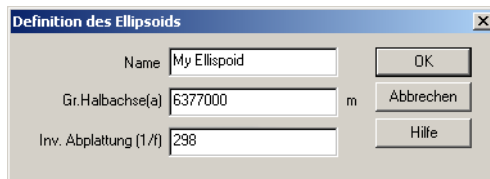

Abbildung 9.2. Dialogfeld "Definition des Ellipsoids"
2. Geben Sie im Dialogfeld **Definition des Ellipsoids**, Abbildung 9.2, den Namen des neuen Ellipsoids, die große Halbachse und die inverse Abplattung an